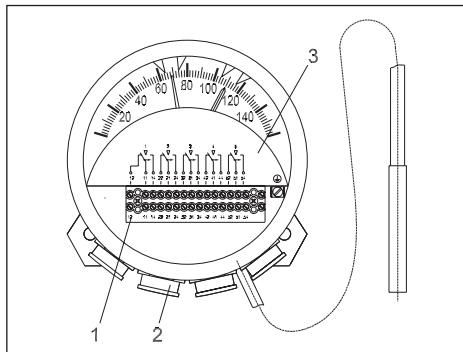
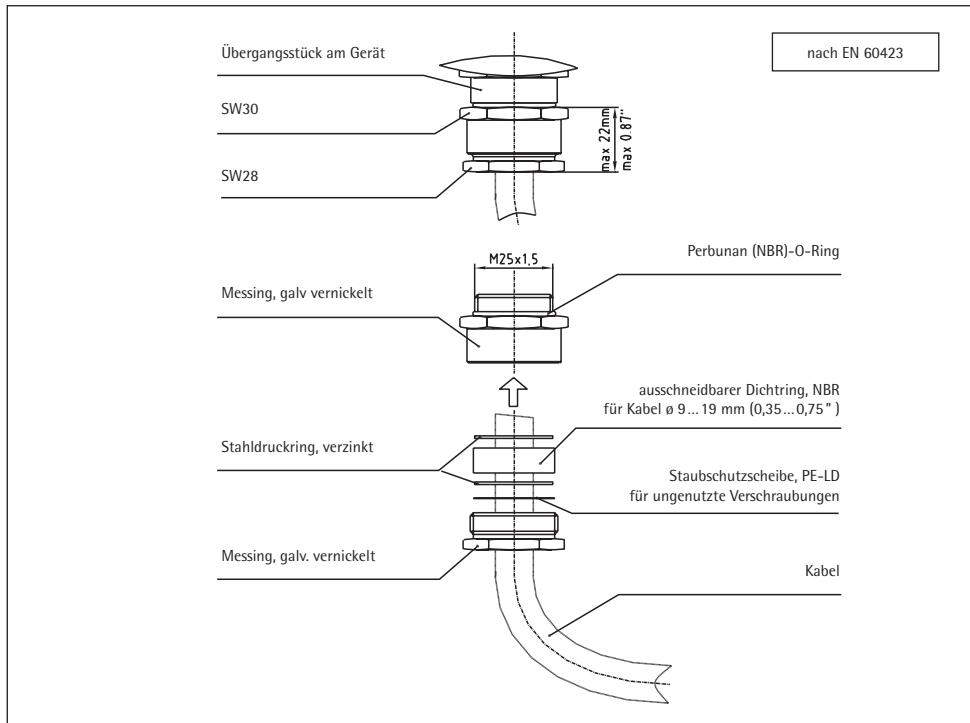

Bild 3
Bild 8
4.1 Anschluss der Mikroschalter (Bild 3)
benötigten Litzen auf einer Länge von ca. 6mm. Montieren Sie die beiliegenden Kabelverschraubungen mit den Anschlusskabeln entsprechend der Zeichnung im Anhang (Bild 8). Achten Sie darauf, dass die Kabelverschraubungen die Kabel flüssigkeitsdicht umschließen. Schließen Sie die einzelnen Litzen entsprechend dem auf der Abdeckblende aufgedruckten Anschlusschema (Bild 3/3) an der Klemmleiste (Bild 3/1) an.